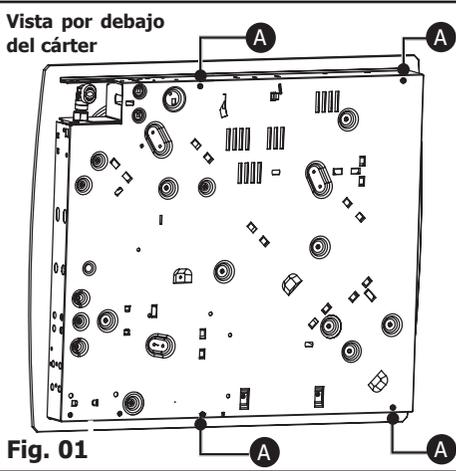

Fig. 01
- Si lo desea, puede inmovilizar la placa por medio de las patas de fijación suministradas con sus tornillos (Fig. 02) que se fijan en las esquinas del cárter. Utilice obligatoriamente los agujeros previstos a tal efecto según el dibujo de arriba (Fig. 01).